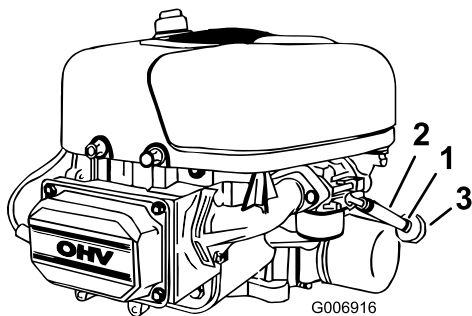

Figure 24
5. Ouvrez le capot et trouvez le filtre à carburant (Figure 24).
6. Pincez les extrémités du collier de fixation et poussez le collier en haut de la conduite d'alimentation, en direction du réservoir de carburant (Figure 24).
7. Débranchez la conduite d'alimentation du filtre à carburant (Figure 24) et laissez couler l'essence dans un bidon ou un bac de vidange.
Le meilleur moment pour remplacer le filtre à carburant (Figure 24) est lorsque le réservoir à carburant est vide. Ne réinstallez jamais un filtre à carburant encrassé après l'avoir déposé de la conduite d'alimentation.
4. Pincez les extrémités des colliers et faites glisser ceux-ci pour les éloigner du filtre à carburant (Figure 24).